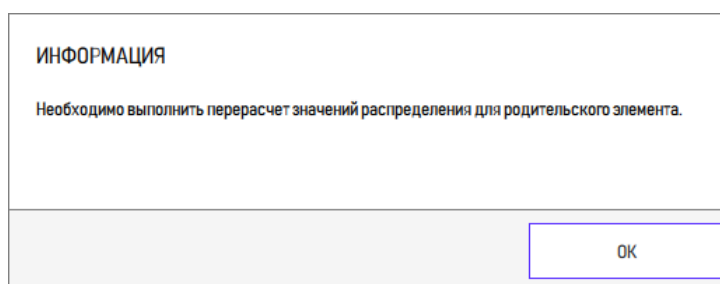

Рисунок 217 – Информационное окно после удаления расчета дочернего объекта
3) В случае если был удален расчет для дочернего объекта, в появившемся информационном окне с сообщением о необходимости выполнения расчета для родительского объекта нажать кнопку «ОК» (рисунок 217).